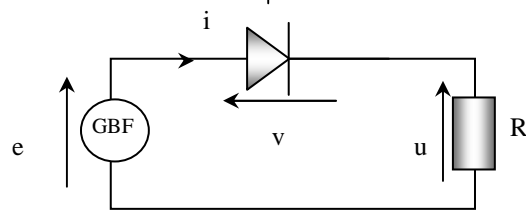

Figure 1
- Réaliser à nouveau le montage de la figure 1 avec la LED et se placer à une fréquence de 1 Hz. Expliquer alors ce que l'on peut observer.
a) Par l'expérience (en prenant toujours : $e = E_m \cdot \sin(2\pi \cdot f \cdot t)$ avec Level du GBF au maximum et $f = 200\text{Hz}$), déterminer les taux d'ondulation de la tension $u(t)$ pour le montage de la figure 1 avec les différents types de diodes :